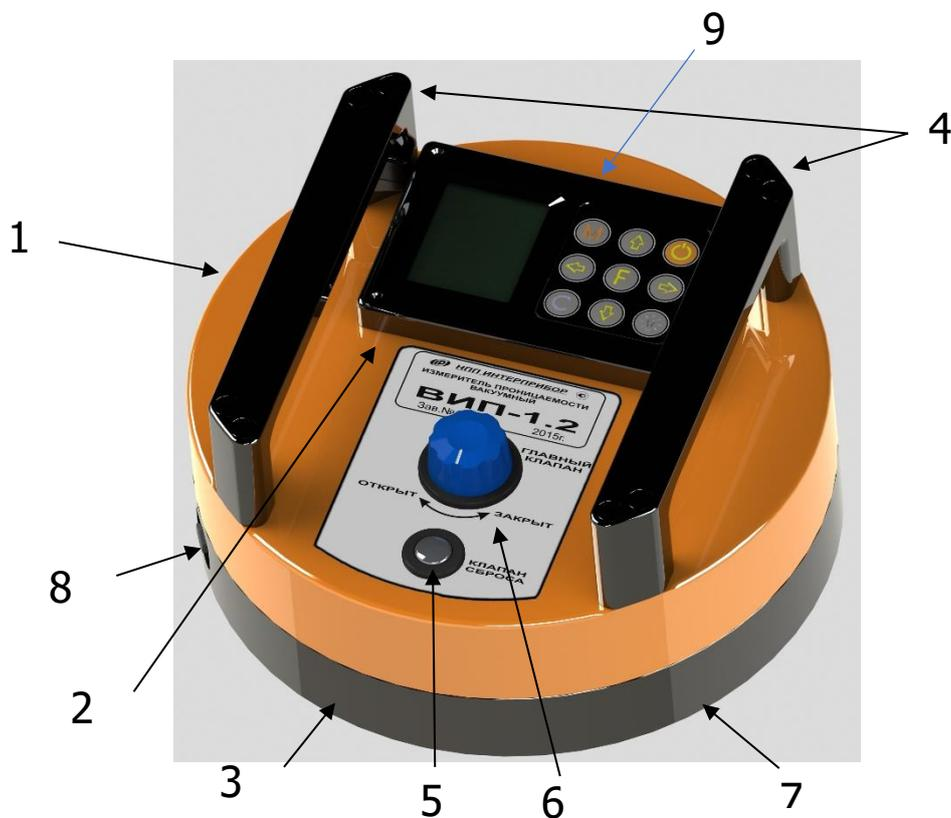

Рисунок 1.1 - Внешний вид прибора.
Прибор (Рисунок 1.1) представляет собой моноблочное устройство, в котором объединены измерительный блок **1**, встроенный вакуумный насос (на рисунке не показан) и электронный блок **2**.
4.5.4 Пункт главного меню **«АТМОСФЕРНОЕ ДАВЛЕНИЕ»** позволяет перед каждым испытанием измерять и сохранять в памяти прибора величину атмосферного давления, необходимого для корректного вычисления параметров проницаемости. При открытом клапане 7 (Рисунок 1.1), нажав кнопку \mathbf{M} , электронный блок сохранит текущее значение атмосферного давления. При нажатии кнопки \mathbf{F} или \mathbf{C} прибор выйдет в главное меню.